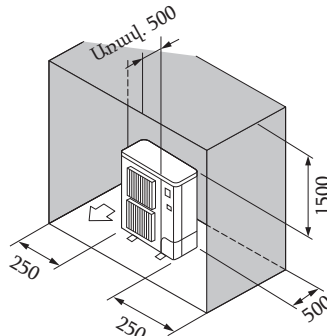

Fig. 2-7
⑥ Շրջապատող իրեր՝ միայն հետևի մասում, կողքերից և վերևից (Fig. 2-7)